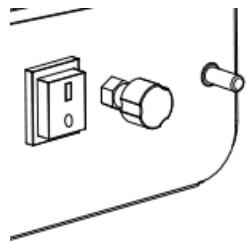

Figura 3
- r. Regolare fiamma e potenza ruotando la manopola di regolazione in senso antiorario per incrementarne il livello o in senso orario per diminuirlo (figura 3).